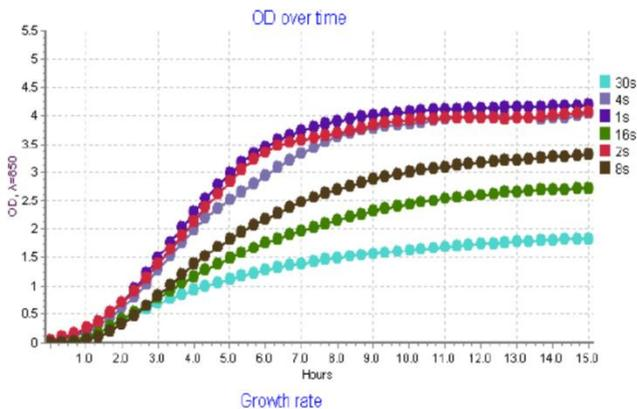
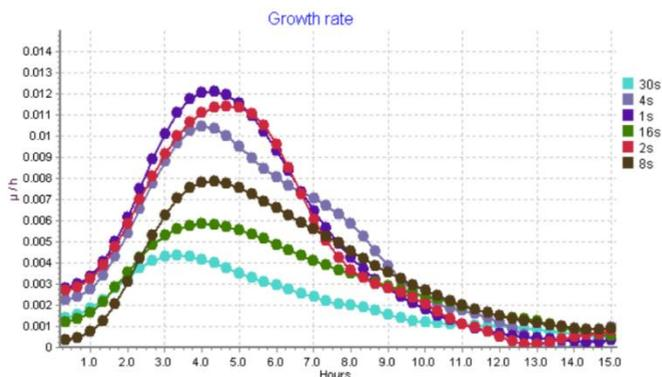

Рисунок 5. Влияние интервала реверсивного вращения на динамику роста ($\Delta OD_{\lambda=850 \text{ нм}}/\Delta t$) по отношению к времени ферментации (ч).
Рисунок 6. Влияние интервала реверсивного вращения на скорость роста ($\Delta OD_{\lambda=850 \text{ нм}}/\Delta t$) по отношению к времени ферментации (ч)
Известно, что аэрация влияет на рост и скорость роста аэробных микроорганизмов. Интервал реверсивного вращения влияет на скорость поступления кислорода в пробу. Полученные результаты указывают на то, что максимальная скорость деления клеток отмечается при интервале 1 реверсивное вращение в секунду (1 c^{-1}), при скорости 2000 об/мин. Увеличение пауз между реверсивными вращениями ведет к снижению скорости роста клеток, достигая 50% от максимального значения, когда интервал реверсивного вращения равна 30 c^{-1} (см. рис. 5. и рис. 6.).
8.2.1. Описание эксперимента (рис. 5.): Применялось устройство регистрации роста клеток в режиме реального времени RTS-1 / RTS-1C со светодиодом с длиной волны 850 нм; используемый микроорганизм: *Escherichia Coli* BL21; объем среды Лурия-Бертани в пробирке Falcon емкостью 50 мл составляет приблизительно 15 мл; интервал реверсивного вращения (RSI) 1, 2, 4, 8, 16, 30 c^{-1} ; частота измерений (MF) составляет приблизительно 10 мин^{-1} ; скорость вращения реактора 2000 об/мин; температура 37°C; диаметр пор фильтра (для аэрации) 0,25 мкм.